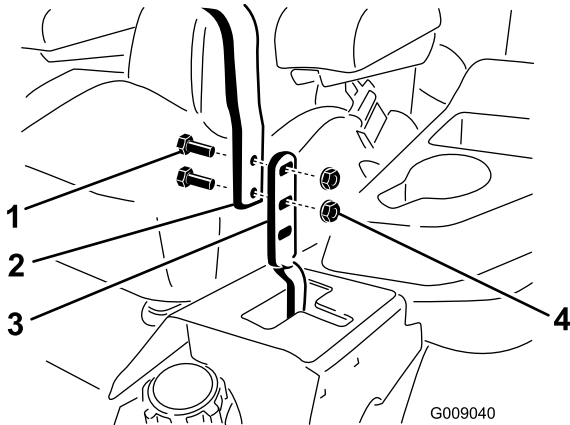

Figura 62
3. Afloje los pernos y las tuercas con arandela prensada de las palancas (Figura 62).